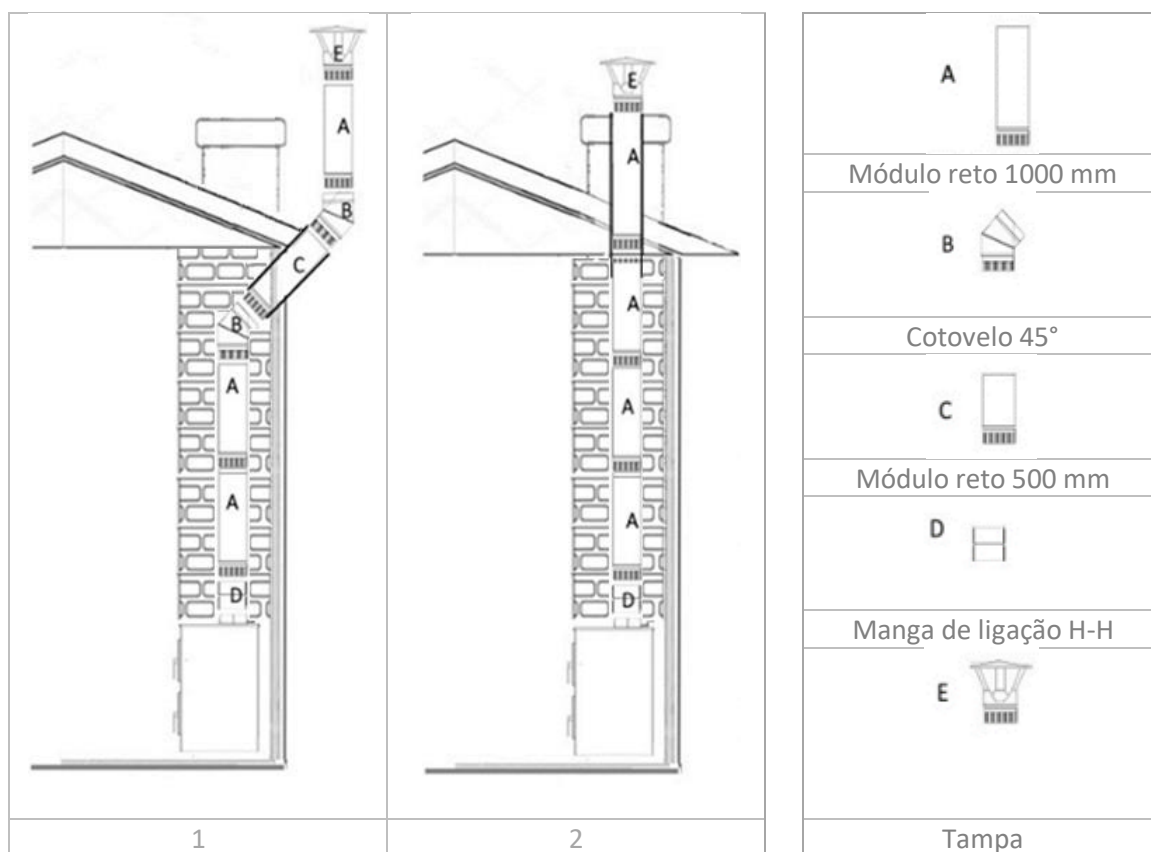

Figura 2
2. **nicho para lareira (ver figura 2).** Outra opção de montagem comum é um nicho para lareira, que seria formado numa parede ou painel de extremidade da lareira feito de materiais não combustíveis e no qual o aparelho poderia ser inserido.
3. **SECÇÃO VERTICAL (A).** O comprimento total do tubo vertical necessário para atingir o telhado para a tiragem natural (depressão dos gases de combustão) pode variar de instalação para instalação, dependendo de vários fatores, mas geralmente varia de aproximadamente 4 m a 6 m. No entanto, o desempenho ideal é garantido com um vácuo mínimo de aproximadamente ± 15 Pa (pascal).
4. **COTOVELO (B).** Caso sejam necessárias curvas (ver desenhos 1 e 2 na Figura 2), os ductos serão ligados através de cotovelos. Estes podem ter até 45° e não devem ser estreitados. Deve-se ainda considerar o seguinte:
5. **SECÇÃO HORIZONTAL (C).** A conduta de ligação ou secção horizontal da chaminé deve ser concebida com o menor comprimento possível, evitando ao máximo mudanças de direção e de secção. Para tal, deve-se ter em consideração o seguinte:
6. **MANGA DE UNIÃO (D).** Para a ligação correta da conduta vertical ao colar de saída de fumos m (macho) do fogão, é necessária uma tomada h/h (fêmea/fêmea) de modo a que a extremidade m (macho da conduta vertical fique virada para baixo).
7. **TAMPA DE CHAMINÉ (E).** Para uma evacuação adequada do fumo e para evitar as influências do vento, são necessárias determinadas distâncias mínimas da tampa da chaminé. Veja a figura seguinte: